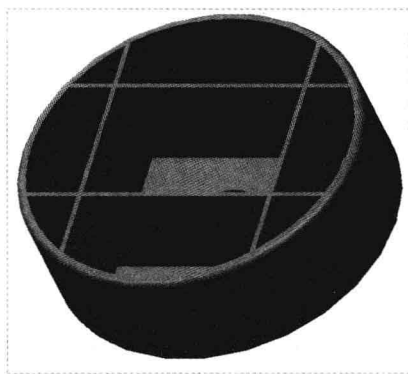

图 6-81 创建轨迹筋特征
Step 04 单击“应用并保存在工具中所做的所有更改，然后关闭工具操控板”按钮，即可创建轨迹筋特征，效果如图 6-81 所示。